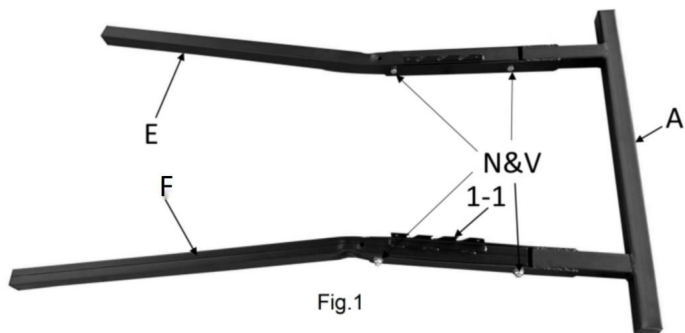

Fig. 1
1. Montieren Sie das rechte und linke Bein (E & F) am Grundrahmen (A). Stecken Sie das Ende jedes Bein in die Öffnungen des Grundrahmens und richten Sie die Bolzenlöcher aus. Die Höhe Die Einstellkerben (Abb. 1 1-1) befinden sich auf der Innenseite und die Beine müssen angewinkelt sein nach außen. Sichern Sie jedes Bein mit einer Rahmenschraube (N) und einer Kontermutter1 (V). Beinschraube (N) und Kontermutter1 (V) und drücken Sie dann die Enden nach unten, um die Beine zu sichern.